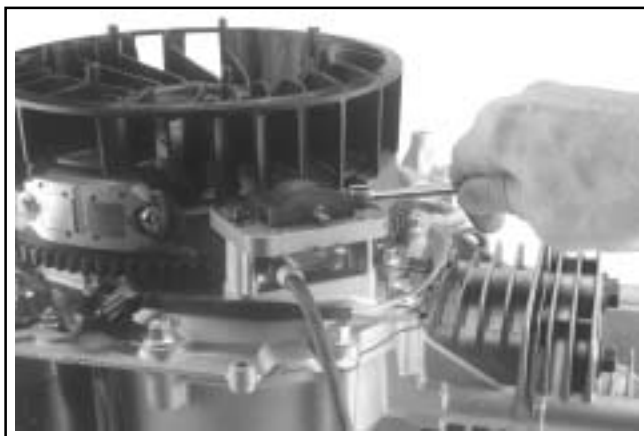

Figura 10-48. Instalación módulo de encendido.
1. Gire el volante para que la magneto se separe de los resaltes del módulo de encendido. Con los tornillos hexagonales con resalte, sujete el módulo de encendido a los resaltes del cárter con el terminal de corte hacia arriba. Separe el módulo del volante todo lo posible. Apriete los tornillos hexagonales con resalte lo suficiente para que el módulo se mantenga en su posición. Ver Figura 10-48.